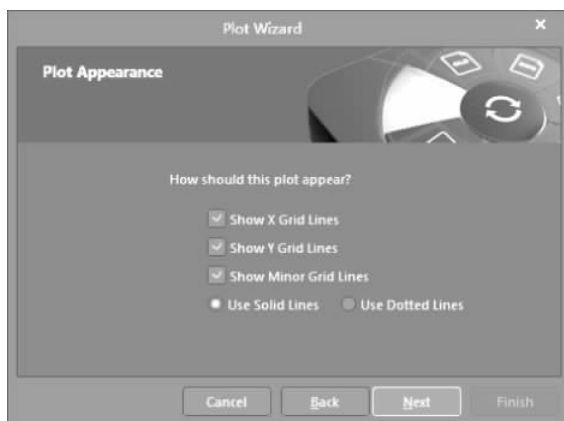

图 3-19 添加图形的配置界面 2
(5) 出现如图 3-19 所示的界面。该界面用来选择需要显示的选项,不需要修改任何参数,单击 Next 按钮。